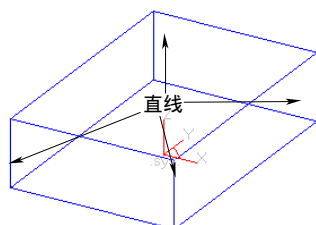

图 6-37 绘制直线
4) 选择下拉菜单“绘图”→“直线”命令, 或者单击“绘图工具”工具栏上的“直线”按钮, 设置立即菜单选项为“单个”和“正交”, 依次连接两个矩形对应顶点, 如图 6-37 所示。